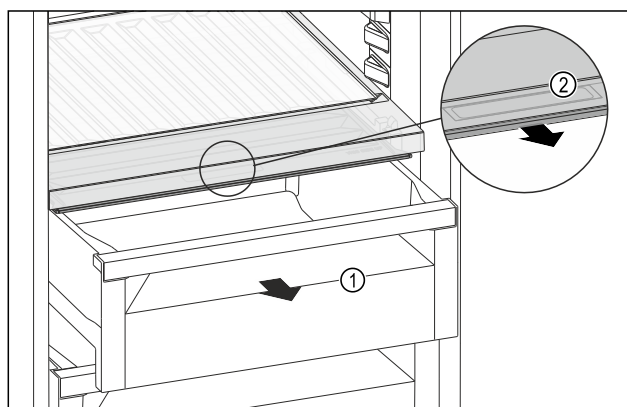

Fig. 171
- ▶ Zásuvku Fig. 171 (1) vytáhněte.
- ▶ Uchopte prohlubeň pro rukojeť Fig. 171 (2) na víko zásuvky a současně zatáhněte za víko zásuvky směrem dopředu.